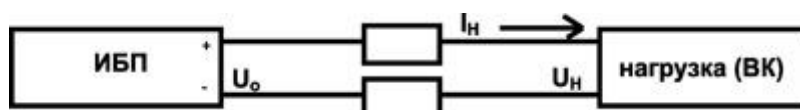

Рис.1
- размещение ВК на значительном расстоянии от поста наблюдения предполагает использование длинных соединительных линий электропитания, на которых происходит существенное падение напряжения. Оценить величину напряжения на нагрузке с учётом падения напряжения на соединительной линии можно по формуле (1) в соответствии с эквивалентной схемой приведенной на рис.1.